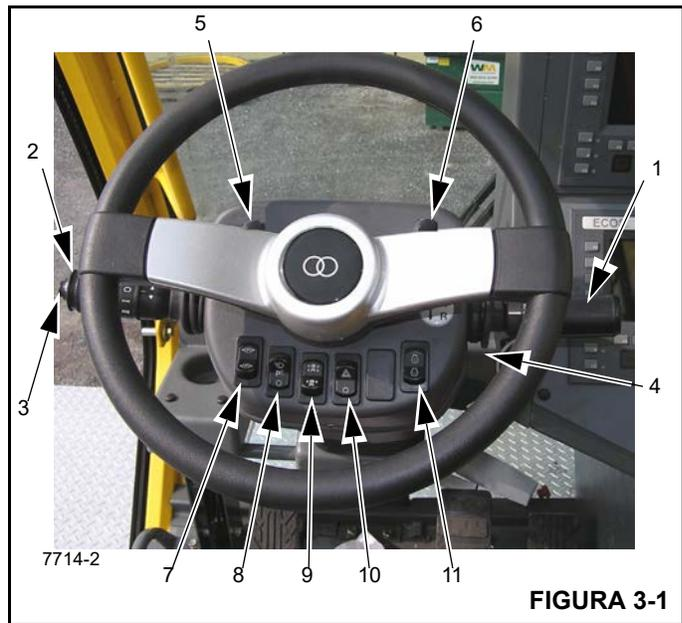

FIGURA 3-1
Consulte Figura 3-1.
La palanca de señalizadores de viraje (2) (Figura 3-1 y 3-2) se encuentra en el lado izquierdo de la columna de la dirección. Empuje la palanca hacia abajo para que la luz indicadora izquierda y las luces de los señalizadores de viraje delantera y trasera izquierdas destellen. Empuje la palanca hacia arriba para que la luz indicadora derecha y las luces de los señalizadores de viraje delantera y trasera derechas destellen.